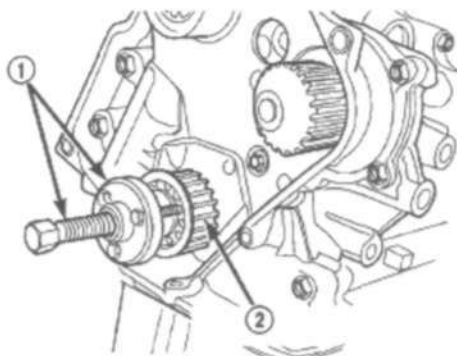

Рис. 52 Снятие звездочки коленчатого вала
(2) Снять ремень ГРМ (см. п. 9 ДВИГАТЕЛЬ/ФАЗЫ ГАЗОРАСПРЕДЕЛЕНИЯ/РЕМЕНЬ ПРИВОДА ГРМ/ЦЕПЬ И ЗВЕЗДОЧКИ –СНЯТИЕ)
(3) Снять звездочку коленвала при помощи спец. приспособления 6793 и вставки С-4685-С2 (Рис. 52).